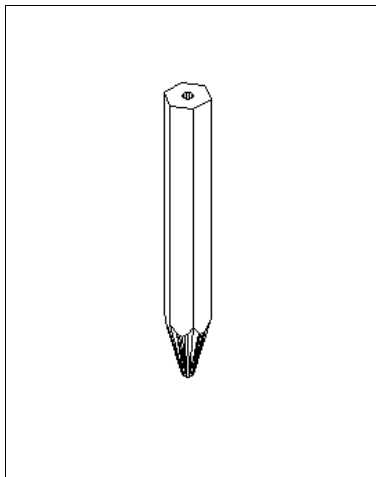

图 1-1
本例制作铅笔，如图 1-1 所示。
13. 单击 **视图 (V)** → **【消隐】** 或在命令行中直接输入 hide 命令，这时就可以看到图 1-1 的效果了。